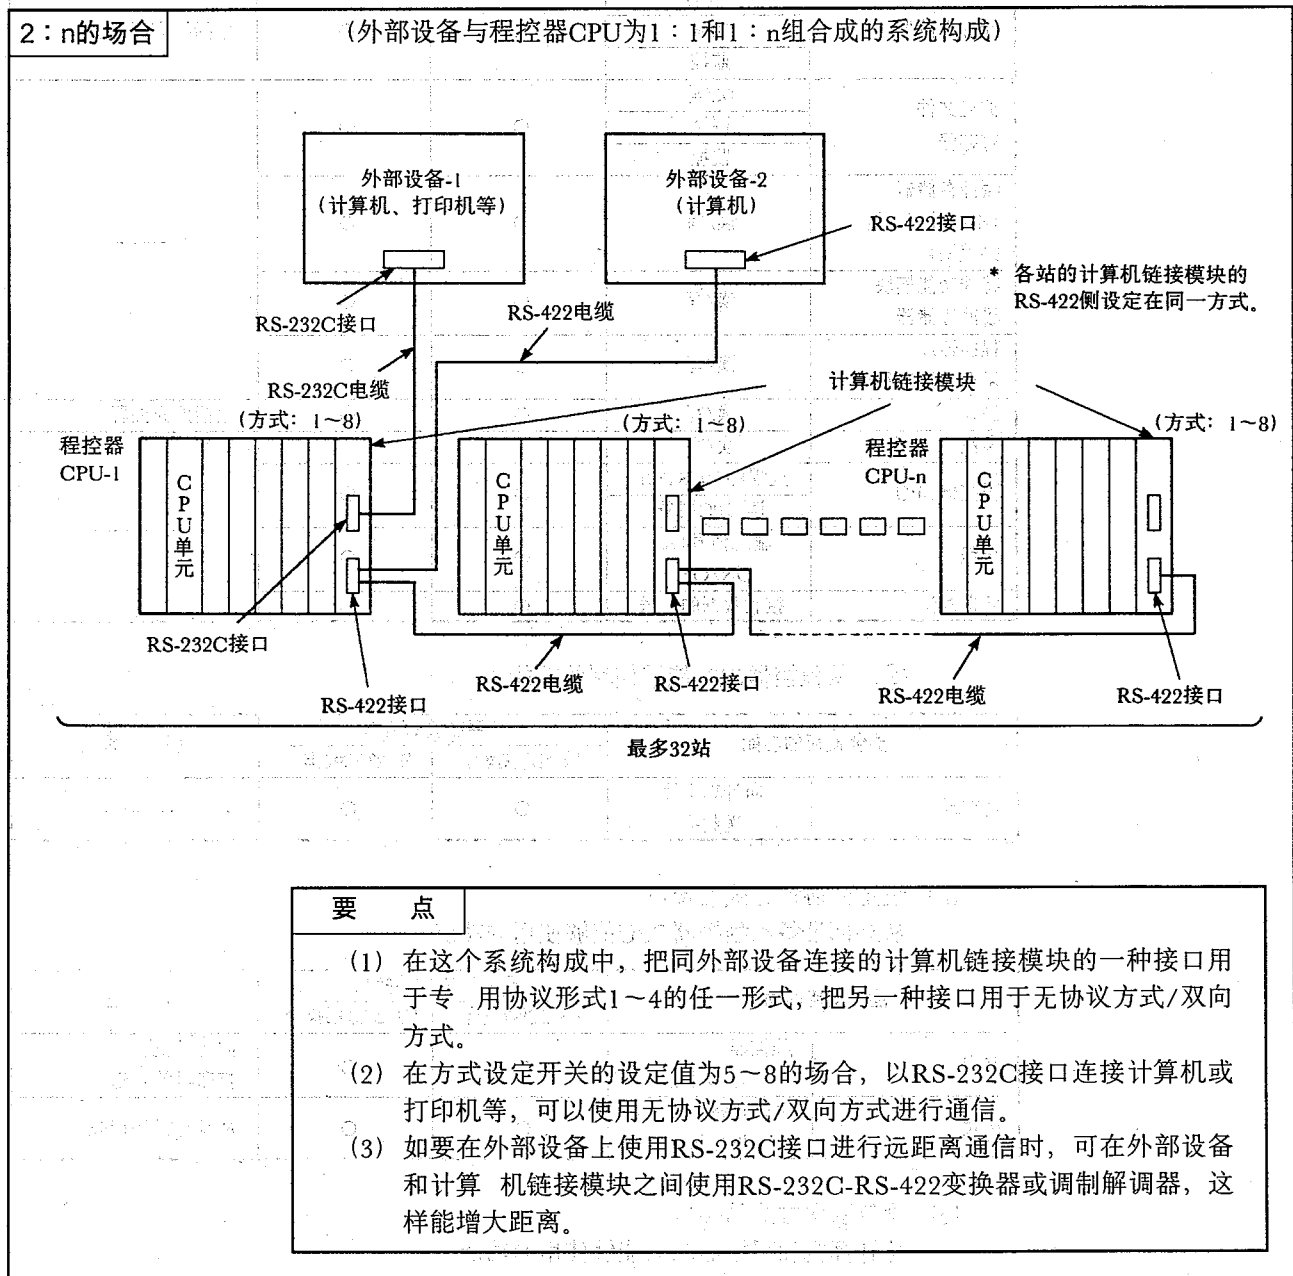

图2.4 系统构成(IV)
(1) 外部设备(计算机、打印机等)与程控器CPU为2:n(n最大为32)站场合的系统构成,如图2.4所示。
*1 仅在系统构成的1:1侧(图2.4所示的外部设备-1和程控器CPU-1)可进行数据通信。
*1 在系统构成的1:n侧(图2.4所示的外部设备-2和各程控器CPU), 如在外部设备侧能进行全双工通信, 就可使用无协议方式进行通信。